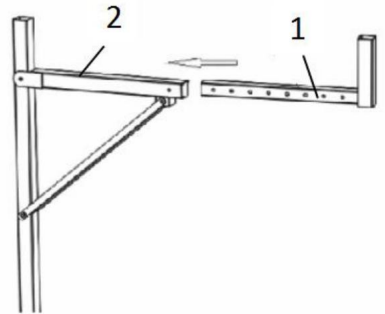

figura 4
- B. Far scorrere la barra trasversale estesa (1) nell'estremità della barra trasversale (2) e fissarla in posizione con il bullone (4), la rondella (5) e il dado di bloccaggio (6) nella posizione adatta, la lunghezza della barra trasversale estesa (1) può essere regolabile. Come mostrato nella figura 4.